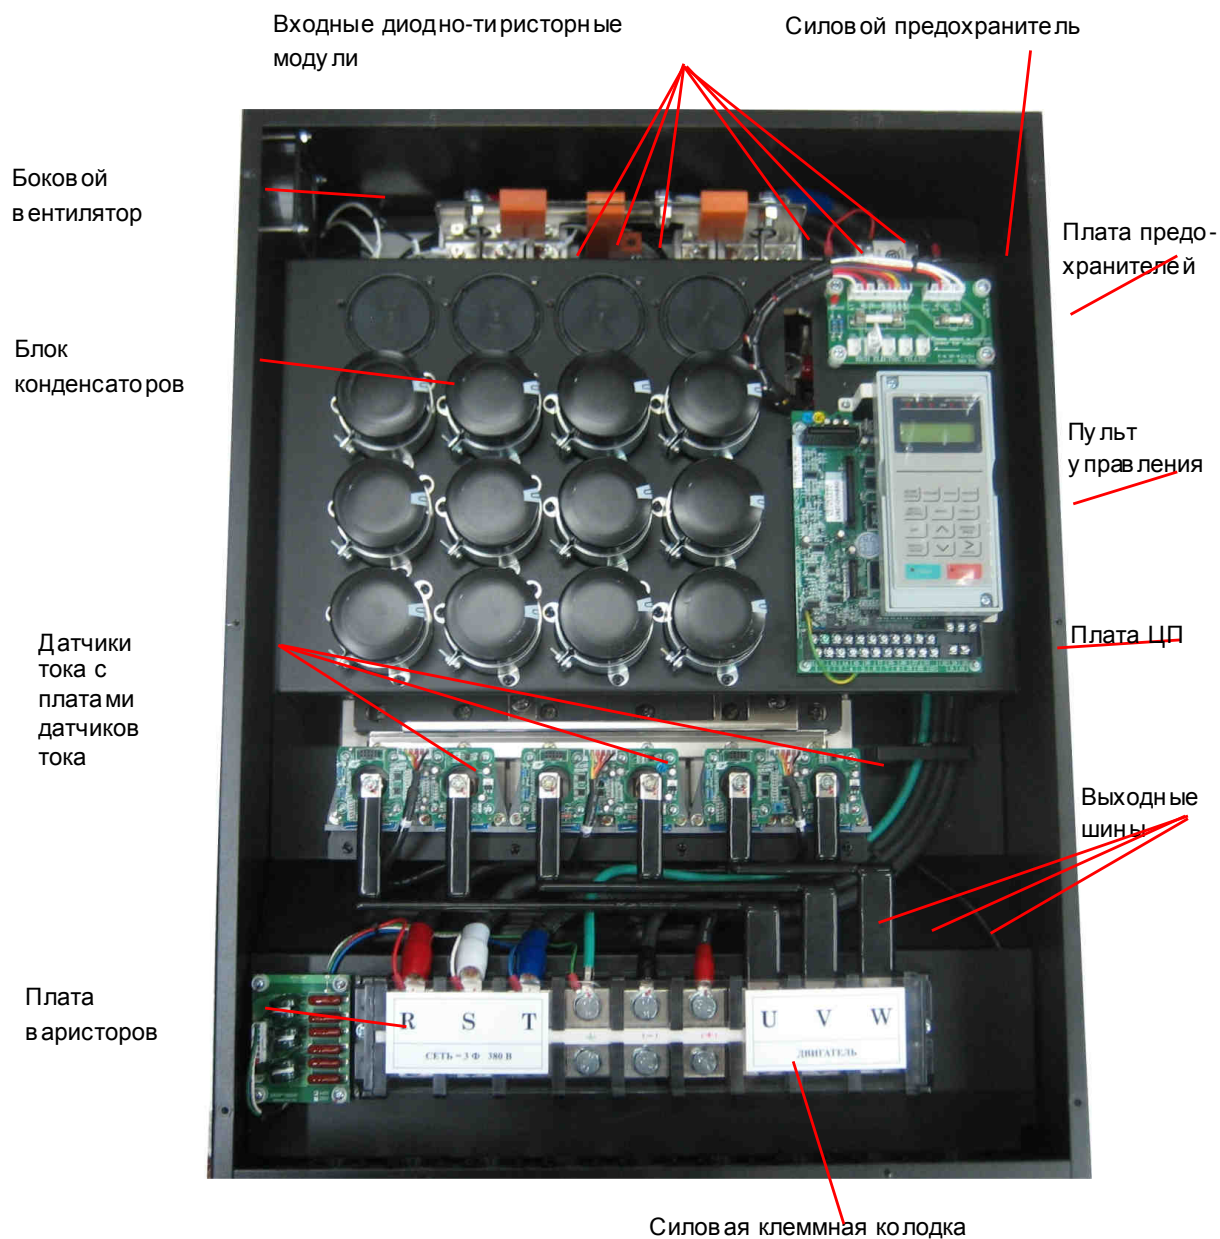

Рис. 4.3.
4.5.1. Общий вид преобразователей частоты EI-9011-125H, -150H со снятой верхней крышкой и расположение элементов внутри ПЧ представлены на рис. 4.3.